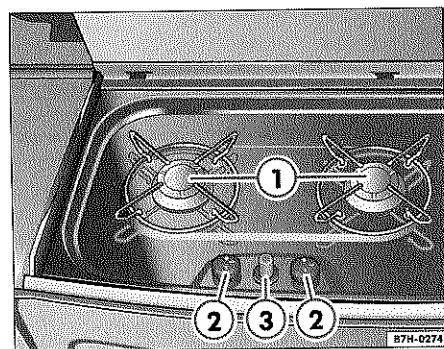

Fig. 37 Imagen: cocina de gas con encendedor piezo y botón de regulación del quemador izquierdo y derecho con parrilla
- Las parrillas de la cocina ⇒ página 50, fig. 37 ① pueden extraerse con facilidad, pues van sólo encajadas.
- Presione hacia dentro el botón de regulación del quemador correspondiente ⇒ fig. 37 ❷ y gírelo al símbolo de la llama pequeña.
- Mantenga oprimido el botón del quemador correspondiente y accione el encendedor piezo ❸ hasta que prenda la llama.